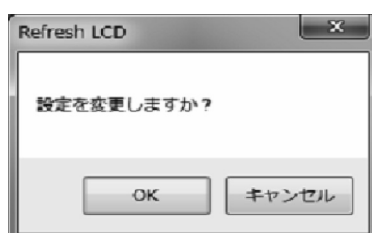

図81
④ 設定が完了し、「OK」ボタンをクリックすると、メッセージボックス(図81)が表示されます。